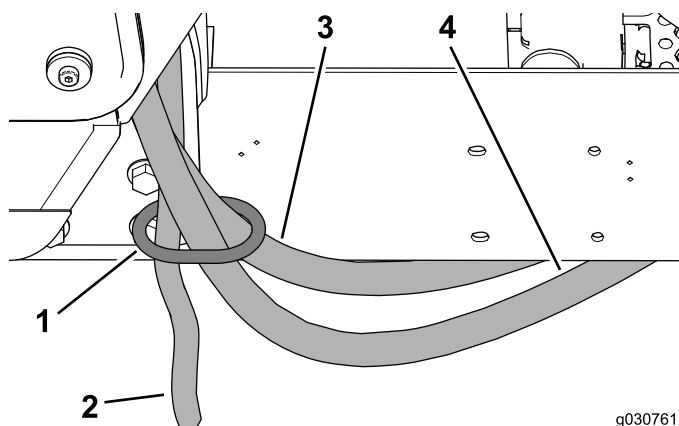

Рисунок 36
4. Проложите шланги для обогревателя и сливной шланг, продев их через кольцо для шлангов на заднем креплении кабины (Рисунок 36).